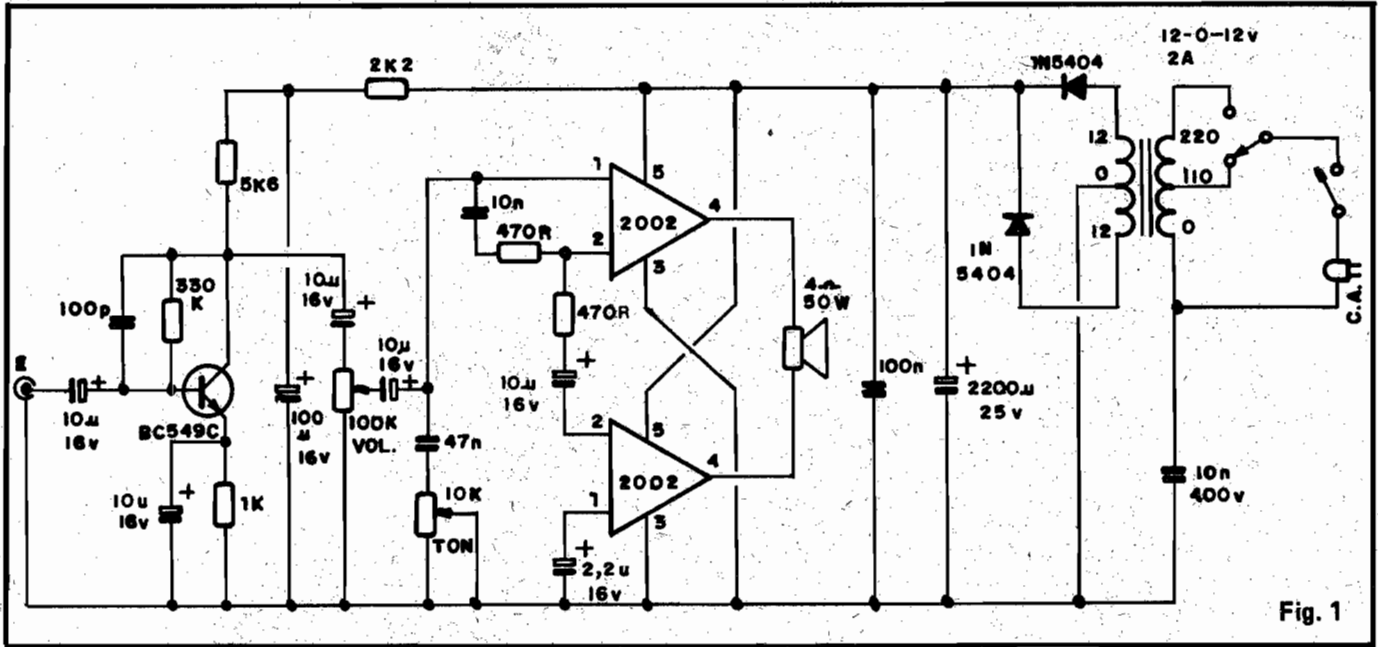
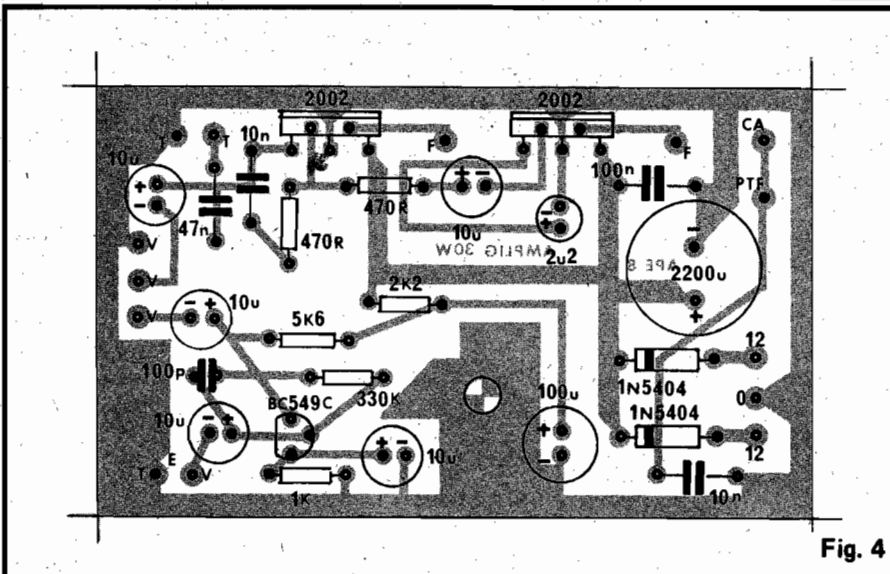

Fig. 1
Fig. 4
O “esquema” do AMPLIG 30W está na fig. 1. Vamos observá-lo rapidamente “seguindo o sinal” ou seja, da entrada para a saída. . .
Os pinos centrais (3) dos 2002 correspondem tanto à ligação de “terra” (negativo da alimentação) quanto à própria conexão elétrica da lapela metálica dos componentes. . . Observando novamente o “esquema” (fig. 1) o leitor notará que isso facilita sobremaneira a colocação do dissipador de calor, que pode então ser único para os dois
Na fig. 4 a placa é já vista pelo lado não cobreado, com todos os componentes principais posicionados. A "sombra" do padrão cobreado existente no outro lado da placa também é vista, de modo a facilitar a conferência do posicionamento e ligação dos componentes, em relação ao "esquema" (fig. 1). Os dois Integrados 2002 devem ficar com suas lapelas metálicas bem alinhadas, juntas à borda da placa, facilitando assim a colocação do dissipador, ao final. Observar bem a codificação atribuída às ilhas perifé-